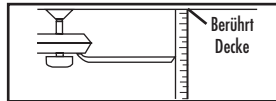
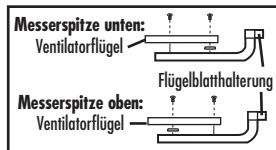

Abb. 1
Abb. 2
4. Die meisten Wackelstörungen werden durch ungleichmäßig ausgerichtete Flügelblätter verursacht. Zur Überprüfung wird ein Punkt an der Decke über einer der Flügelblattschneiden festgelegt. Diesen in Abbildung 1 gezeigten Abstand messen. Die Abmessung in einem Bereich von 3mm halten und den Ventilator soweit drehen, bis das nächste Flügelblatt ausgerichtet ist. Vorgang für jeden Flügel wiederholen. Sind die Flügelblätter nicht alle mit dem gleichen Abstand ausgerichtet, so kann dieser folgendermaßen eingestellt werden. Um ein Flügelblatt nach unten zu verstellen, eine Unterlegscheibe (nicht mitgeliefert) zwischen Flügelblatt und Flügelblatthalterung an der dem Motor (Abbildung 2) nächsten Schraube einlegen. Um ein Flügelblatt nach oben zu verstellen, eine Unterlegscheibe (nicht mitgeliefert) zwischen Flügelblatt und Flügelblatthalterung an der dem Motor (Abbildung 2) am weitesten entfernten Schraube einlegen.